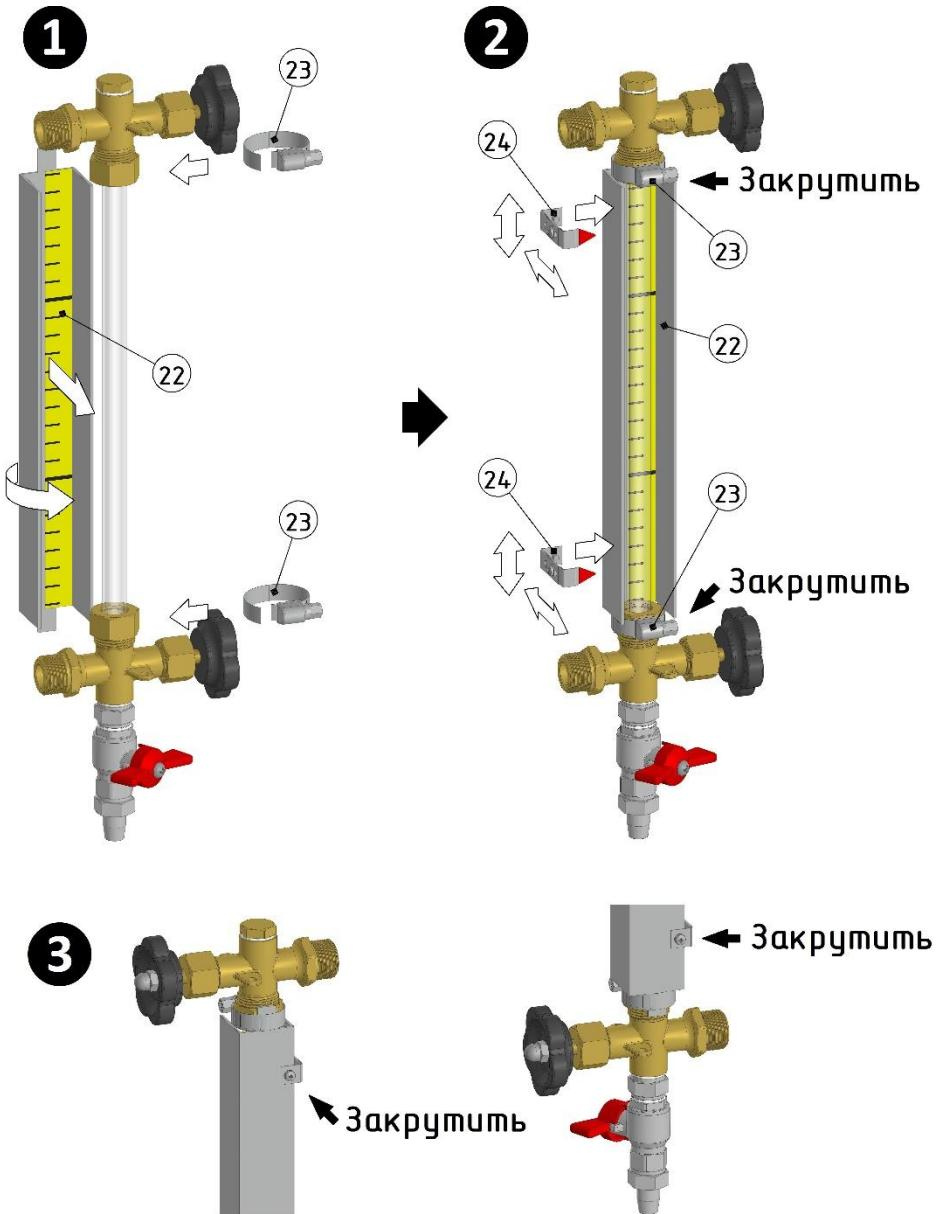

Рисунок 8.3 – Схема установки защитного кожуха
10) При успешном испытании на герметичность перед началом эксплуатации установите защитный кожух из комплекта поставки (см. рисунок 8.3):